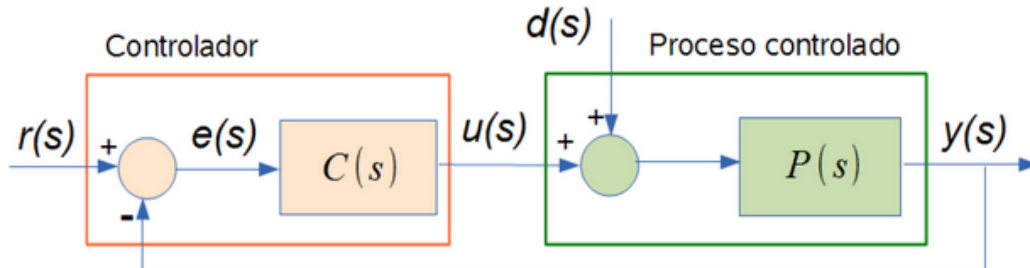

Figura 3: Sistema de control realimentado
2. Considere el sistema de control realimentado mostrado en la figura 3.